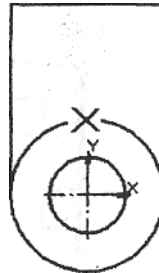

Рисунок 4
4. В: ответ на запрос системы, укажите часть окружности для удаления (см. рисунок 4).